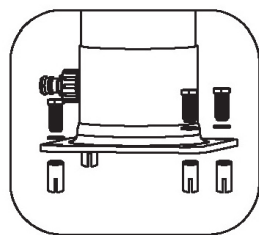

FIGURA 1
2. Fissare i piedi della doccia con quattro viti, dadi e guarnizioni su una piastra di cemento o di legno. Utilizzare una chiave per il fissaggio. (FIGURA 1)
5. Collegare il raccordo del tubo dell'acqua con lo scarico. (FIGURA 1)